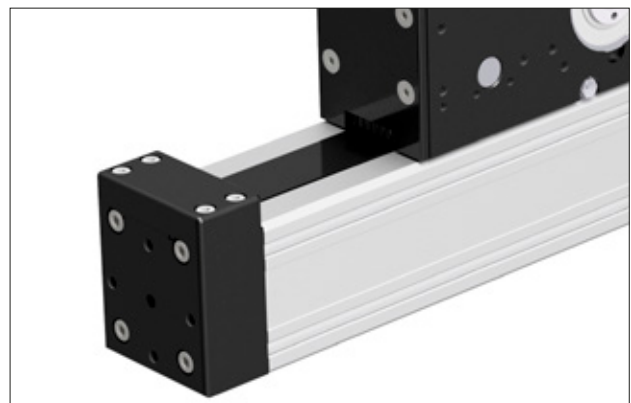

Figure 5.2 XF à entraînement par courroie crantée / Ω
- Module linéaire compact pouvant servir de module de levage pour des charges faibles et moyennes (figure 5.2)